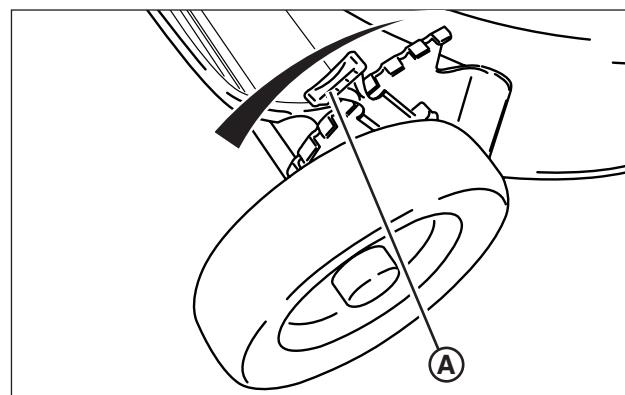

Figure 6 : Réglage de la hauteur de coupe
- Tirer le loquet de réglage de hauteur (**A**, Figure 6) vers l'extérieur et le placer à la hauteur de coupe désirée.